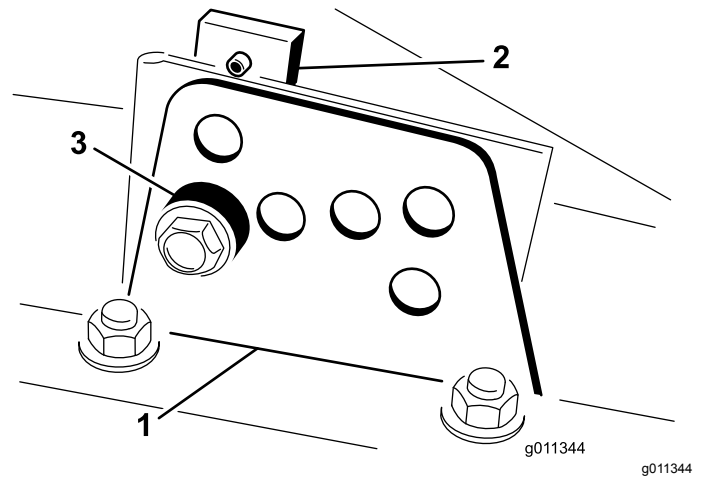

Figura 24
2. Allentate il bullone che fissa ogni staffa dell'altezza di taglio alla relativa piastra (lati anteriore e laterali), come illustrato nella Figura 24.
4. Supportate l'alloggiamento e togliete il distanziale (Figura 24).